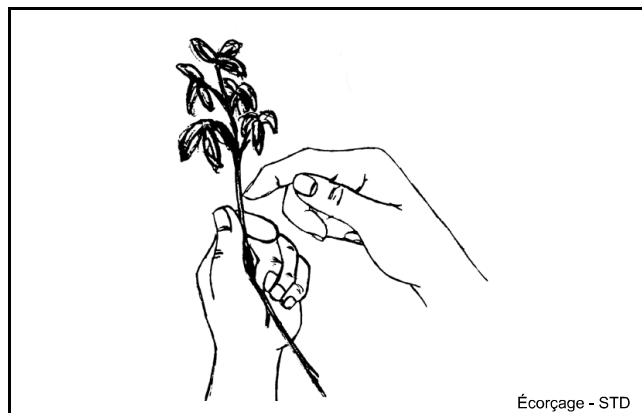

Figure 1
**Figure 1:** Le test d'écorçage est l'une des meilleures méthodes de détermination de l'humidité de tige de luzerne. Saisir une tige par la base de l'andain étalé ou groupé et en ôter l'écorce. S'il est possible de retirer l'écorce de la tige de luzerne, même si la tige casse, elle contient de l'humidité.